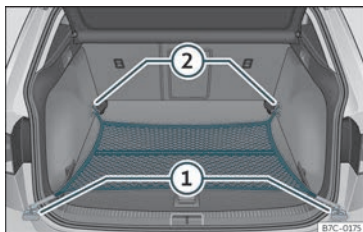

Fig. 117 Na bagageira: saco de rede fixado rente ao piso.
- Fixe os ganchos da rede nas argolas de fixação ① e ②»» **Fig. 117** »» ⚠. O fecho de correr do saco deve ficar voltado para cima.